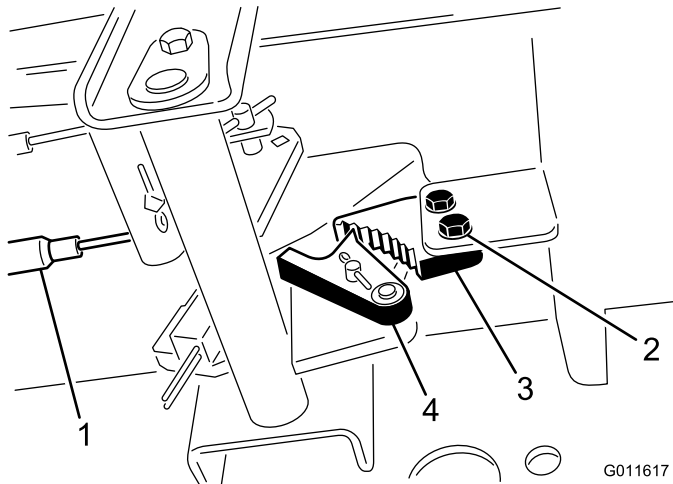

Figura 48
1. Afloje los 2 tornillos que fijan el trinquete del freno de estacionamiento al bastidor (Figura 48).
2. Pise el pedal del freno de estacionamiento hacia adelante hasta que la uña se engancha a fondo en el trinquete del freno (Figura 48).